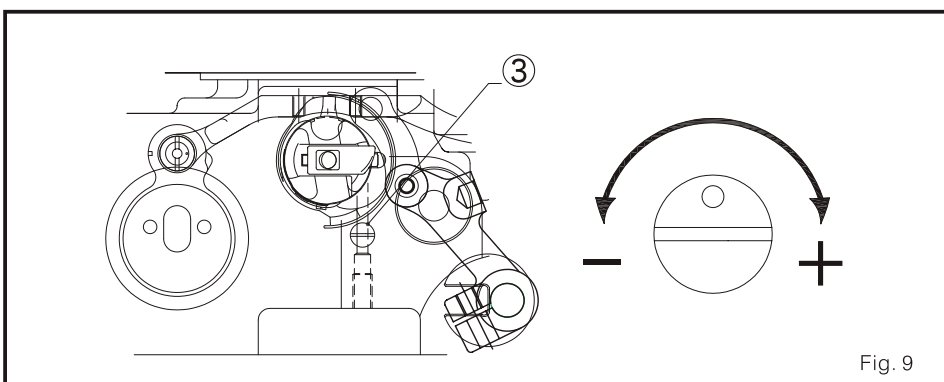

Fig. 9
2. Ajuste a quantidade de lubrificação (Fig. 9)